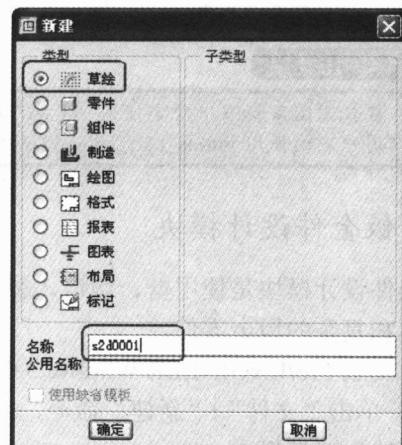

图 1-2 选中“草绘”单选按钮
(2) 在“类型”选项区中选中“草绘”单选按钮，使用默认的 s2d0001 为文件名，如图 1-2 所示。单击“确定”按钮，即可进入草绘模式。